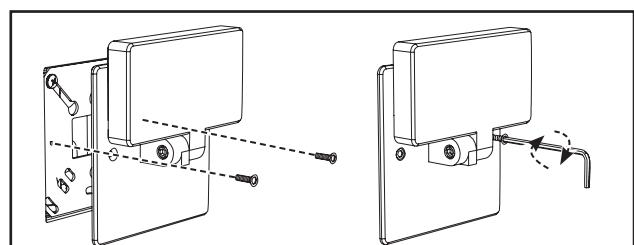

Figura 3.
- Alinee la junta sobre la caja de derivación e inserte los dos tornillos incluidos en los orificios de la placa de montaje. Asegure la placa trasera a la placa de montaje por medio de una llave allen de 5/64". (Figura 3.)